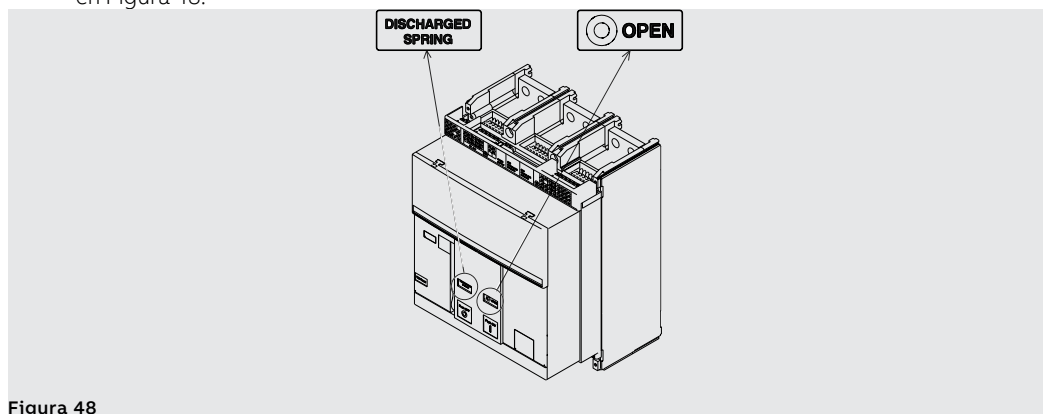

Figura 48
7. Controlar que el interruptor esté abierto (indicador abierto/cerrado "O - OPEN") y controlar que los resortes estén descargados (indicador resortes "blanco - DISCHARGED SPRING") como indicado en Figura 48.